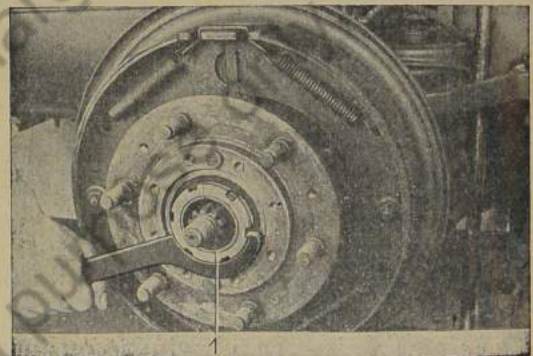

Bild 666: Nutmutter abschrauben
9. Nutmutter mit Hakenschlüssel abschrauben (Bild 666).